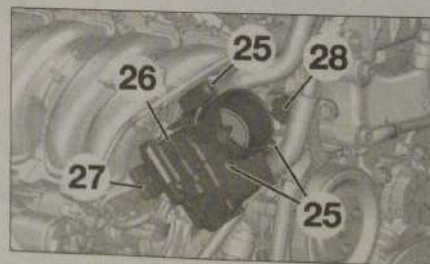

Fig. 14
- les vis (25) (Fig. 14),
- le boîtier papillon (26).
- Débrancher le connecteur (27).
- Déposer le tendeur de chaîne de distribution (28).